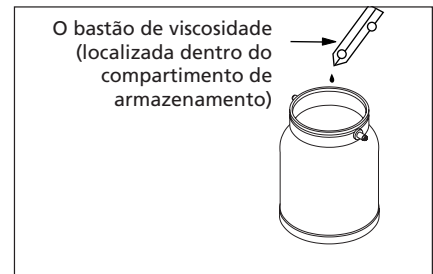

Figura 8 - Vareta de viscosidade
3. Usando o procedimento a seguir, verifique a viscosidade do material antes de travar a pistola no recipiente do material (Figura 8).